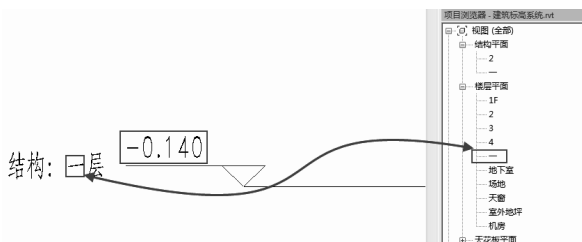

图 1.2.45 更改结构标高的名称
(6) 更改结构标高的名称。更改标高数值为 -0.140 ，重命名为“结构：一层”，此时在项目浏览器中的楼层平面栏会有“一”这个楼层平面视图，如图 1.2.45 所示。